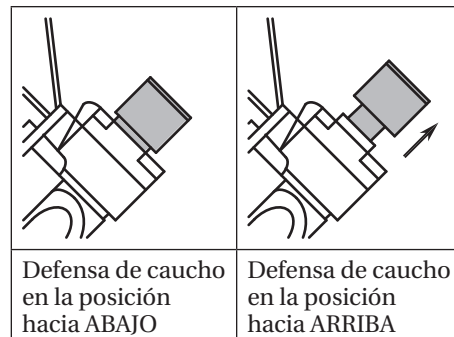

Figura 15 - Coloque la manguera de aire con la defensa de caucho en la posición hacia ARRIBA
- Tire de la defensa de caucho de la clavadora para ponerla hacia ARRIBA (ver Figura 15).